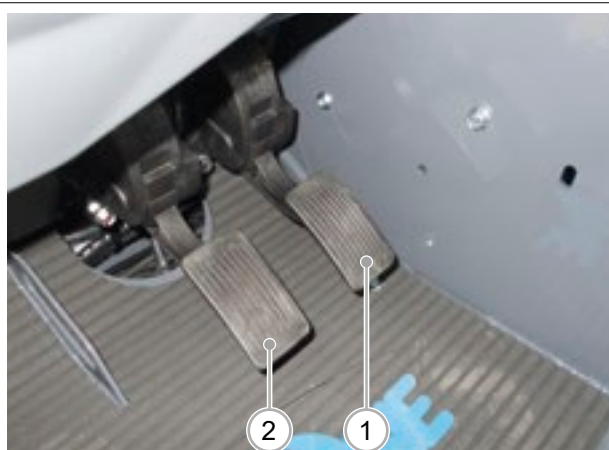

FIG. 27
- 4) Tryk pedalen i retningen "Fremad" (FIG. 27 - Ref. 1) eller "Bagud" (FIG. 27 - Ref. 2).
Før du oprettet hydrauliske forbindelser mellem maskinen og redskabet (FIG. 27) skal du frigive resttrykket i maskinens hydrauliske kredsløb. Dette gøres således: